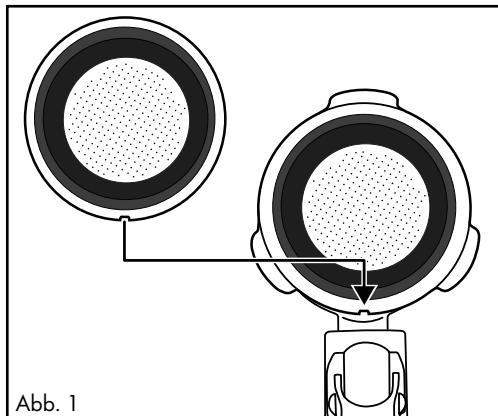

Abb. 1
- Achten Sie darauf, dass die kleine Einkerbung am großen **19** oder kleinen Espresso Sieb **20** beim Einsetzen über der Einkerbung am Siebträger **18** liegt (siehe Abb. 1).